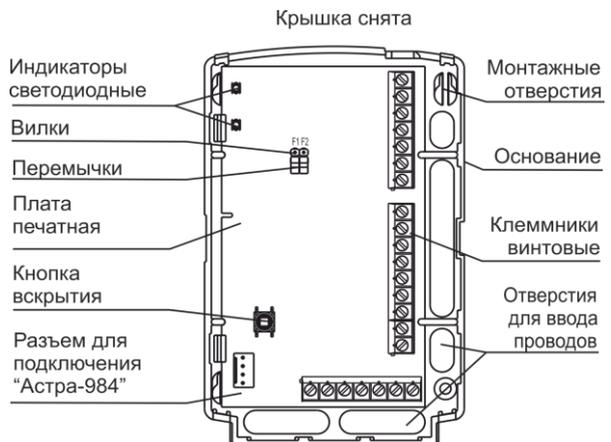

Рисунок 2
**4.1** Конструктивно БРС выполнен в виде блока, состоящего из основания и съемной крышки. Внутри блока смонтирована печатная плата с радиоэлементами (рисунок 2).